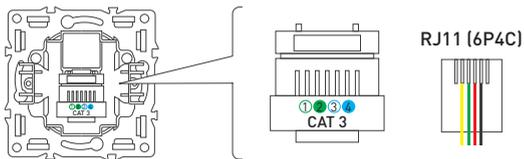

Рис. 1. Схема подключения
- 3.7. Подключите провода телефонного кабеля к контактам розетки в соответствии со схемой (рис. 1).